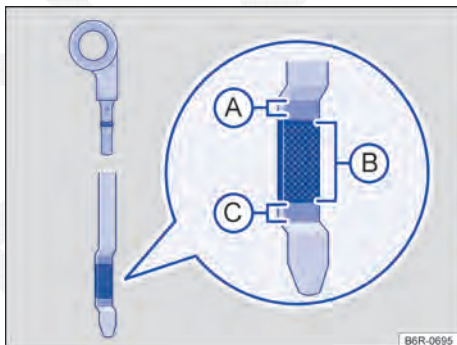
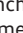

Fig. 103 Vareta de medição do óleo com marcas de nível do óleo do motor.
Fig. 104 No compartimento do motor: tampa da abertura para enchimento de óleo do motor.
4. Identificar a abertura para enchimento de óleo do motor e a vareta de medição do óleo. A abertura para enchimento do óleo do motor é identificada pelo símbolo  na tampa → Fig. 104 e pela vareta de medição do óleo com a alça colorida. Se não estiver claro onde a tampa e a vareta de medição do óleo se encontram, procurar uma Concessionária Volkswagen ou uma empresa especializada.
5. Retirar a vareta de medição do óleo do tubo-guia e limpar com um pano limpo → ①.
7. Retirar novamente a vareta de medição do óleo e ler o nível no óleo do motor na vareta de medição → Fig. 103 da seguinte maneira:
9. Desrosquear a tampa do bocal de enchimento de óleo do motor → Fig. 104.
12. Verificar novamente o nível do óleo do motor na vareta de medição do óleo antes de reabastecer mais uma pequena quantidade de óleo do motor. Nunca reabastecer com óleo do motor em excesso → ①.
13. No final do processo de abastecimento do óleo, o nível do óleo do motor deve estar, ao menos, no meio da área → Fig. 103 Ⓑ, mas jamais acima da área Ⓐ → ①.
- Não ligar o motor se o nível do óleo do motor estiver acima da área → Fig. 103 Ⓐ. Procurar auxílio técnico especializado. Caso contrário, o catalisador e o motor podem ser danificados! ▶
O nível do óleo do motor não deve em nenhuma hipótese ultrapassar a área → Fig. 103 (A). Com o nível acima dessa área, o óleo pode ser aspirado pela ventilação do cárter, sendo lançado na atmosfera pelo sistema de escape. Além disso, o óleo pode ser queimado dentro do catalisador, danificando-o.
Em caso de alta demanda do motor, o nível do óleo do motor deve estar o mais próximo possível da área → Fig. 103 (A) – sem ultrapassar, como, por exemplo, em longas conduções em estrada durante o verão ou durante travessias de montanhas.